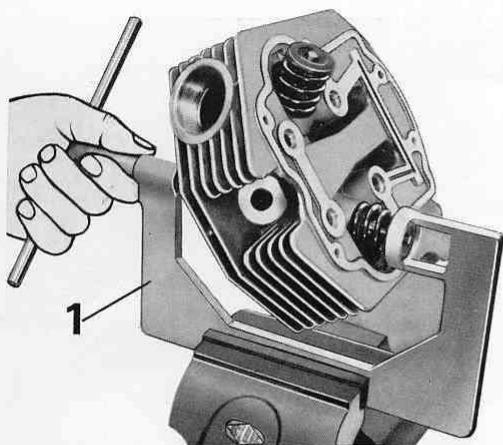

Fig. 21
- a mezzo attrezzo n. 10907200 (1 di fig. 21) dopo aver compresso le molle, i semiconi, il piattello superiore, le molle, il piattello inferiore e le valvole che si dovranno sfilare dall'interno.
Con apposito attrezzo n. 10907200 (1 di fig. 21) applicato sul fungo di una valvola e sul piattello superiore, avvitare la vite dell'attrezzo di quel tanto da comprimere le molle (quando l'attrezzo è in tiro sarà bene dare in testa all'attrezzo un colpo di mazzuola, questo serve a scollare il piattello superiore dai semiconi) e poter levare i due semiconi. Levati i semiconi svitare l'attrezzo e sfilare: